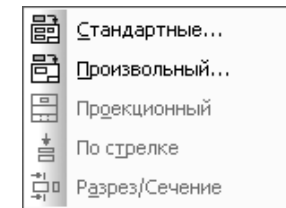

Рис. 3.103. Всплывающее меню пункта выпадающего меню **Вид с модели** пункта главного меню **Вставка**
- щелкните в главном меню по пункту **Вставка**, а затем в выпадающем меню по пункту **Вид с модели**. Появится всплывающее меню (рис. 3.103).